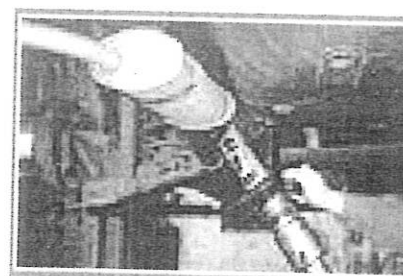

Fig.20 - Taglio catalizzatore con cesoia idraulica.
9. Rimozione del catalizzatore tramite taglio della marmitta con cesoia ad azionamento idraulico -fig.20.